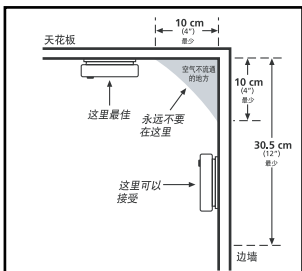
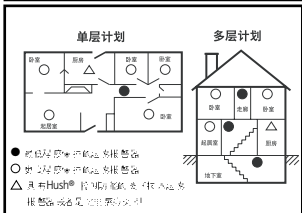

图 1
图 2
(请参阅图 1)
- 将报警器安装在墙上时，请使用内壁的墙体，天花板与报警器上端的距离最少为 10 厘米（4 英寸），与下端的距离最多不超过 30.5 厘米（12 英寸）。（请参阅图 1）。
现代的车厢式住所与活动房屋都以节能的方式设计与建造。推荐烟雾报警器安装的方法如上所述（请参阅图 1 与图 2）。
用现在的标准衡量，使用时间较长的车厢式住所与活动房屋往往隔离的效果不够理想。无论是很热或是很冷，外部环境都很容易透过隔离效果很差的墙体与屋顶直接影响到室内温度。这有可能会形成隔热层，从而阻止烟雾接触到悬在屋顶的报警器。在这种建筑单元内，请使用内壁的墙体，天花板与报警器上端的距离最少为 10 厘米（4 英寸），与下端的距离最多不超过 30.5 厘米（12 英寸）。（请参阅图 1）
如果你不确定你的车厢式住所或者活动房屋的隔离状况如何，或者如果你留意到外墙与屋顶或者过热或者过冷，请将报警器安装在内壁墙上。为了取得最小程度的保护，至少要在卧室附近安装一个报警器，如果在加强保护的力度，请参阅图 2 的单层平面图。